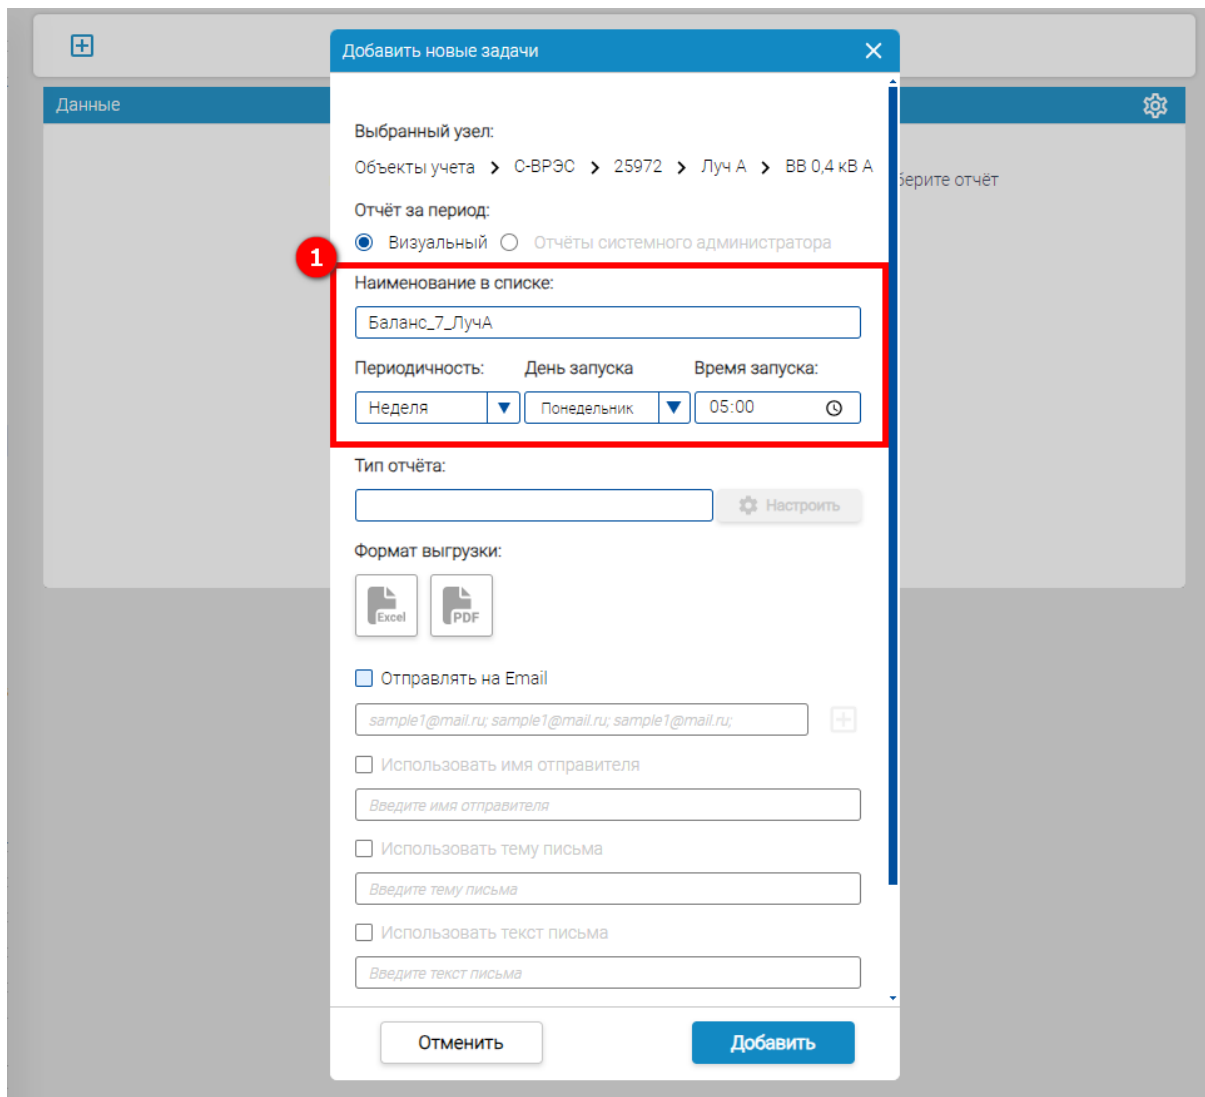

Рисунок 59 – Отчеты по расписанию – Создание новой задачи – Визуальные отчеты – Основные параметры
В поле **Наименование из списка** указать наименование, которое в дальнейшем будет отражаться в списке автоматических отчетов данной вкладки. Далее указать периодичность формирования и время запуска отчета (1) (см. рисунок 59).